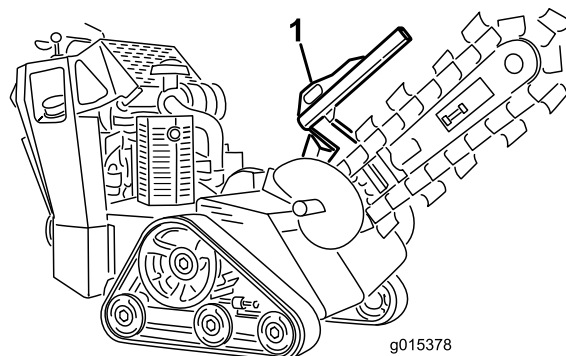
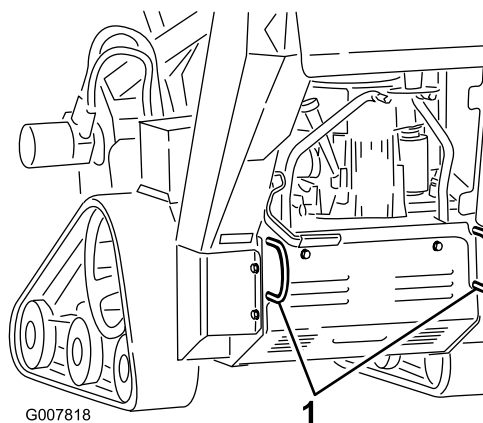

Bild 18
Bild 19
3. Befestigen Sie die Maschine mit Ketten oder Riemen an den Vergurtungsstellen bzw. Hebelaschen vorne und hinten an der Maschine auf einem Anhänger (Bild 18 und Bild 19). Halten Sie die örtlichen Vorschriften für Anhänger und Vergurtung ein.
Sie können die Maschine mit den Vergurtungs- und Hebeschlaufen als Hebestellen hochheben (Bild 18 und Bild 19).